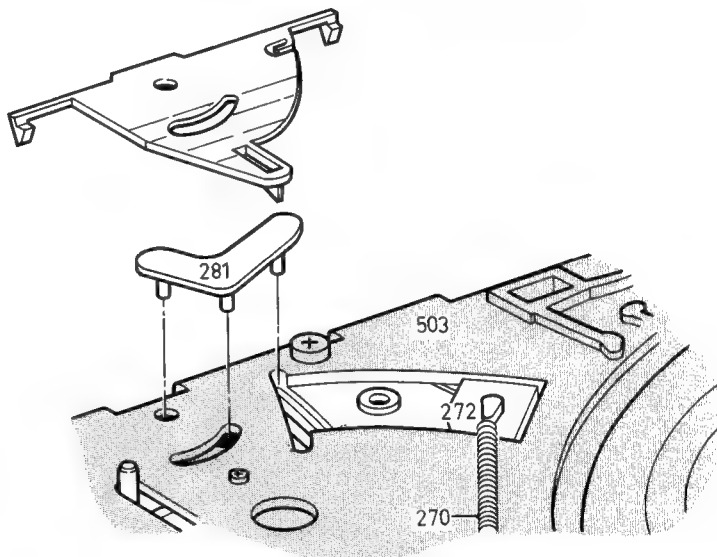

Bild 1-24
- Klinke Pos. 281 ausbauen (Bild 1-24).